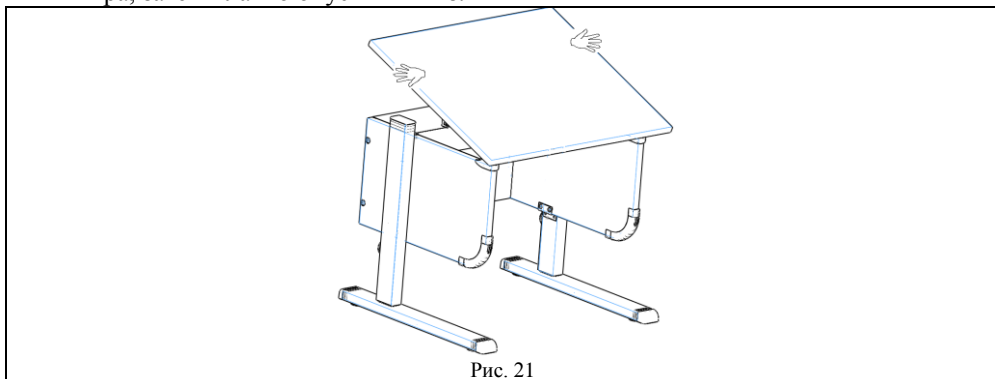

Рис. 21
-приподнять столешницу, держась за дальний левый или правый угол столешницы, на нужный угол наклона, см. рис. 21;